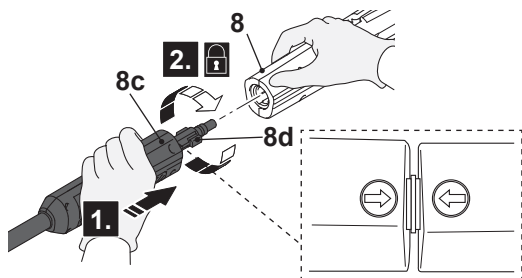

Fig. 5
- > Alinhe as linguetas (8d) da lança de extensão (8c) com as ranhuras da porta de ligação da pistola pulverizadora (8) e insira-a. (Fig. 5, etapa 1).
- > Instale firmemente a lança de extensão (8c) girando-a no sentido dos ponteiros do relógio para travá-la no lugar (Fig. 5, etapa 2). Certifique-se de que a seta da pistola para pintura está alinhada com a seta da lança de extensão.